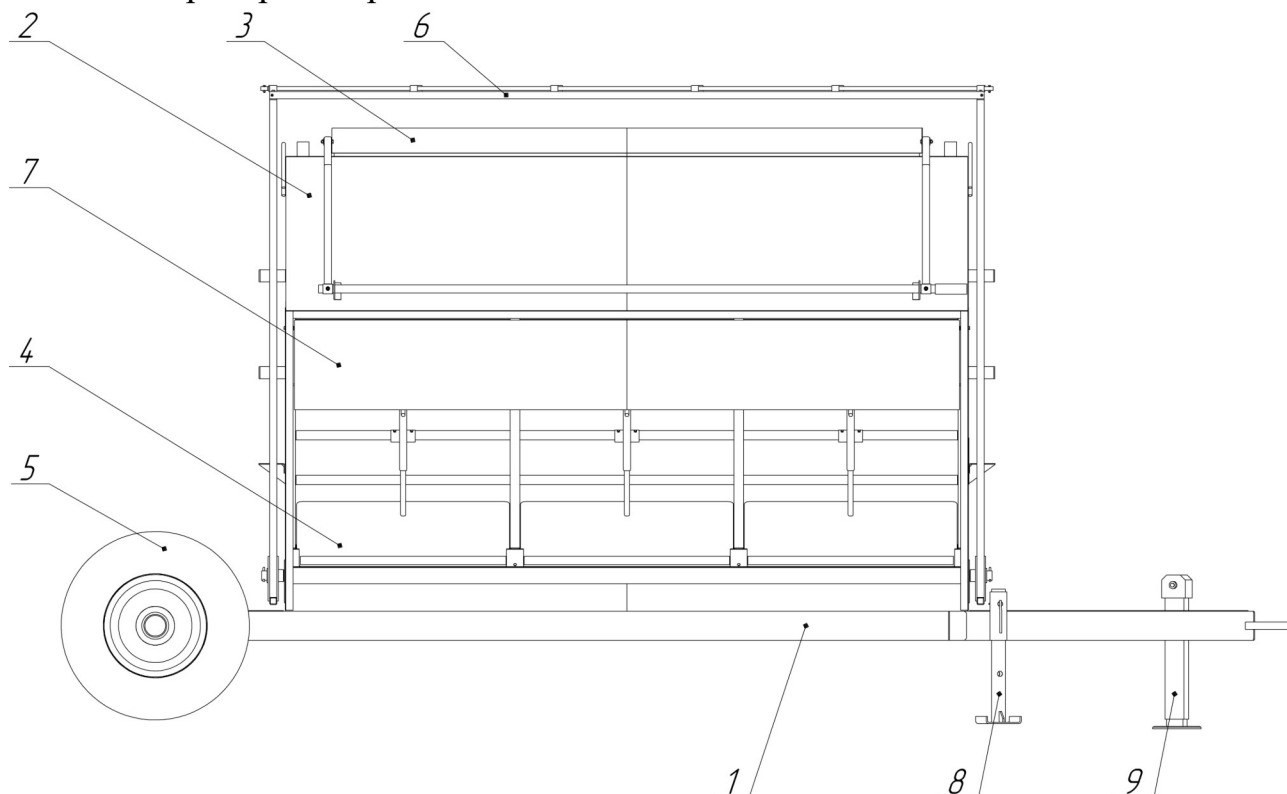

Рис. 1 — Общий вид кормораздатчика Taurus – 6:
3.1 Кормораздатчик МК-6 «Taurus» (рис. 1) состоит из рамы 1, бункера 2, крышки бункера 3, задвижек с подъёмным механизмом 4, колёсной системы 5, откидных заграждений 6, откидных навесов 7, стояночных опор 8, регулируемой опоры 9.